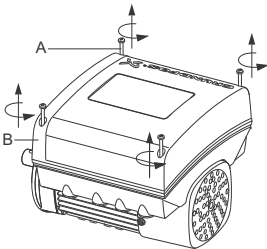

Рис. 55 Знімання кришки клемної коробки
1. Слід послабити чотири гвинти (рис. 55, А) і зняти кришку клемної коробки (рис. 55, В).
11. Встановіть кришку клемної коробки (рис. 55, В) і затягніть чотири кріпильні гвинти (рис. 55, А) хрест-навхрест до моменту 6 Нм.